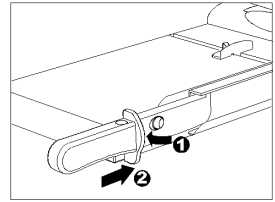

Figura 4
- Pulse el bloqueo de palanca hacia abajo (figura 4/1).
- Deslice al mismo tiempo la palanca de corte con la manija de palanca hacia atrás (figura 4/2).